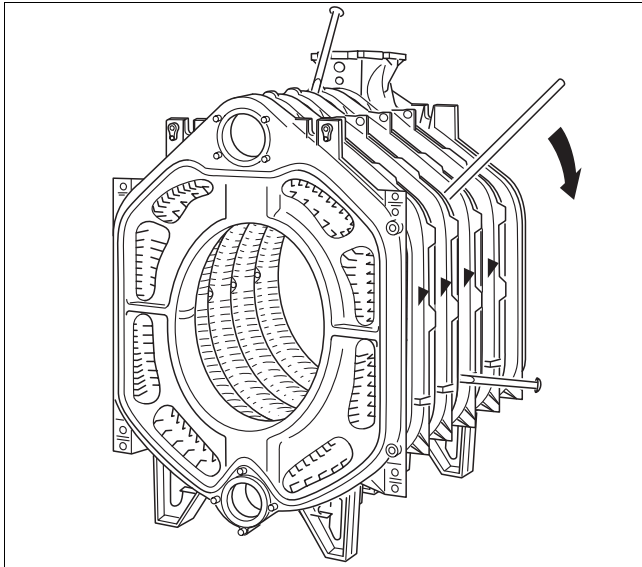

Fig. 25 Separare il blocco caldaia
- ▶ Inserendo a forza (battendo) dei cunei piatti o degli scalpelli nei punti previsti, sopra e sotto tra gli elementi della caldaia, separare la caldaia nel punto non ermetico (→ fig. 25).